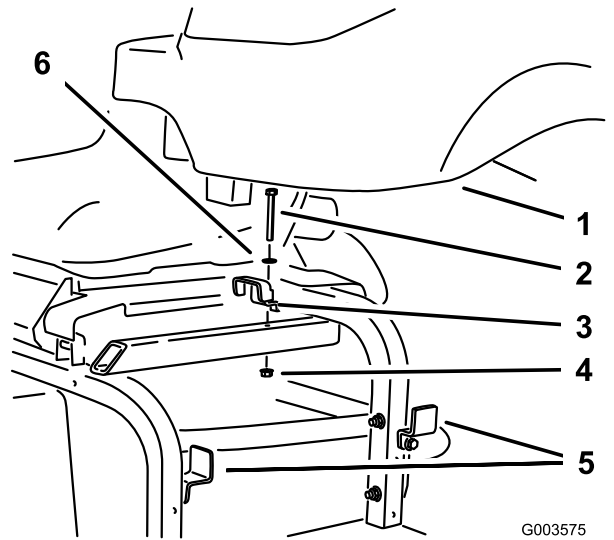

図 23
2. 油圧オイルタンクをフレームに取り付け、これを先ほど取り外したブラケットとゆるめてあったブラケットで固定する（図 23）。